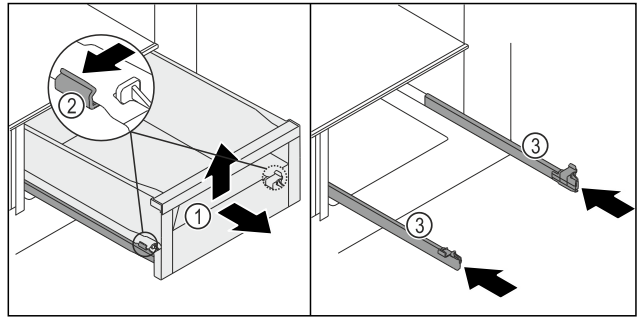

Fig. 199
- Sortir le tiroir Fig. 199 (1) jusqu'en butée.
- Tirer simultanément sur les languettes Fig. 199 (2) des rails situées à gauche et à droite.
- Le tiroir Fig. 199 (1) se détache des rails.
- Soulever l'avant du tiroir Fig. 199 (1).
- Retirer le tiroir Fig. 199 (1) par l'avant.
- Pousser les rails Fig. 199 (3).